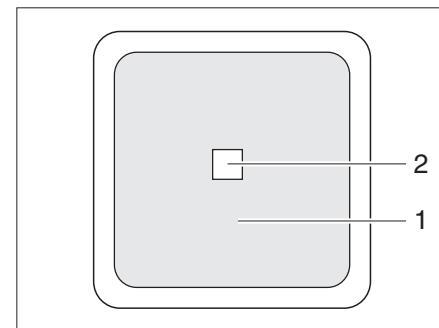

Fig. 259 Comutador externo
- II "Remo." = El aparato se puede encender y apagar con el conmutador externo (Fig. 259,1).
El conmutador externo del convertidor (Fig. 259) se encuentra en el habitáculo del vehículo o en el garaje. El conmutador está identificado con el rótulo "Convertidor". El LED (Fig. 259,2) indica el estado de funcionamiento del convertidor.